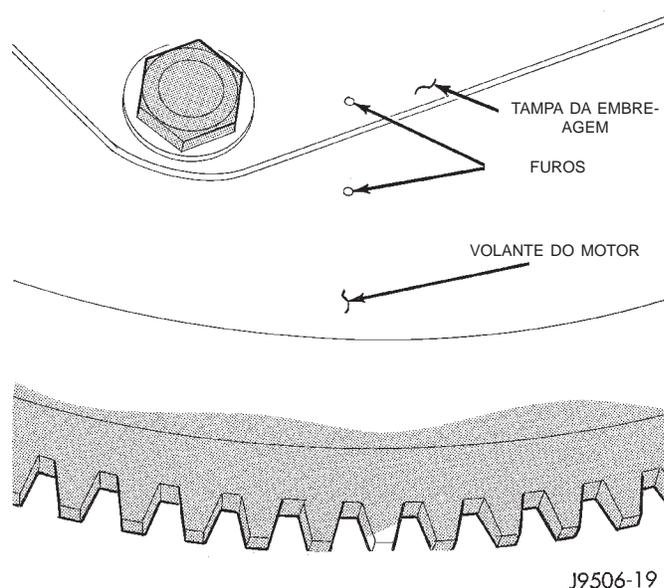

Fig. 1 Método Típico de Marcação da Posição da Tampa da Embreagem
- (1) Erga o veículo.
- (2) Remova as caixas da transmissão e da embreagem como um conjunto. Consulte o Grupo 21, "Transmissão e Caixa de Transferência", para obter os procedimentos corretos.
- (3) Se a tampa da embreagem estiver sendo removida somente para acessar outro componente, marque a posição da tampa no volante do motor com pequenos furos (Fig. 1).
- (4) Solte os parafusos da tampa da embreagem igualmente e em rotação para liberar a tensão da mola. Afrouxe os parafusos um pouco de cada vez para evitar que a tampa empene.
- (5) Remova totalmente os parafusos da tampa, a tampa e o disco da embreagem.